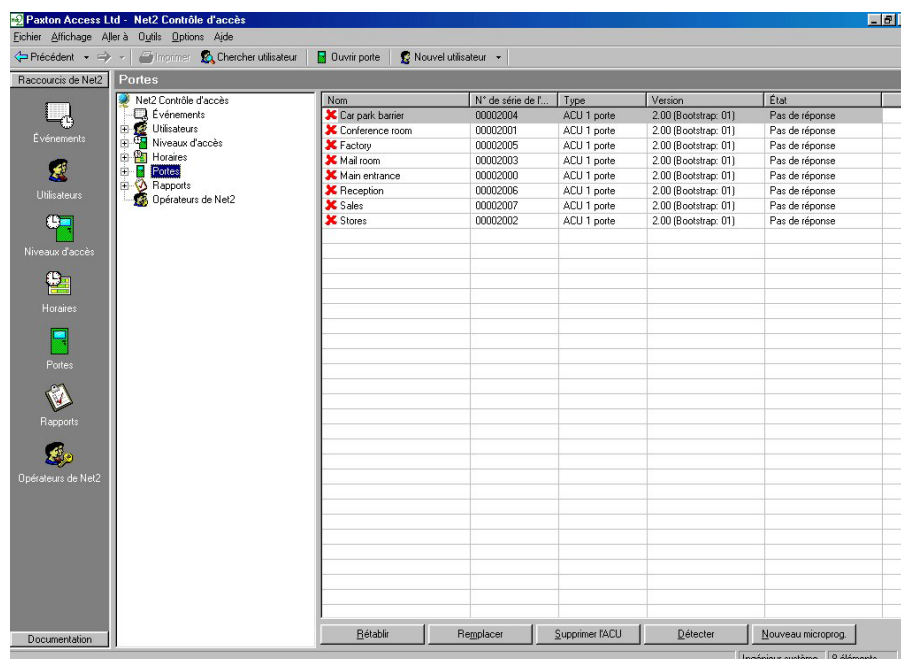

Figure 8.4
- Rétablir - Cliquez sur le bouton Rétablir illustré en figure 8.4, puis sélectionnez les unités de commande dont les données doivent être mises à jour à partir de la base de données. Cette opération a pour effet de réinitialiser les UCA sélectionnées, et d'y télécharger les informations requises à partir de la base de données.